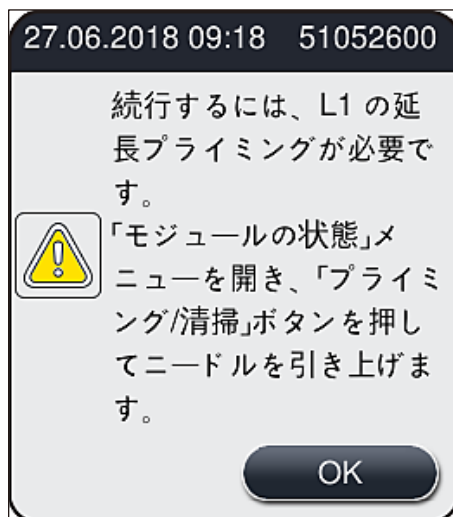

図100
2. 続いて表示される情報メッセージ (→ 図100) に目を通し、**OK** ボタンで確認します。